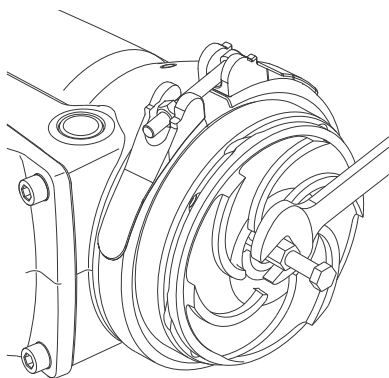

Рис. 11 Установка съёмника на рабочее колесо
2. Вставьте выколотку (F) в рабочее колесо (49), чтобы удерживать его неподвижным во время демонтажа.
3. Снимите регулировочную гайку (68).
4. Установите съёмник (A) на вал. См. рис. 11.